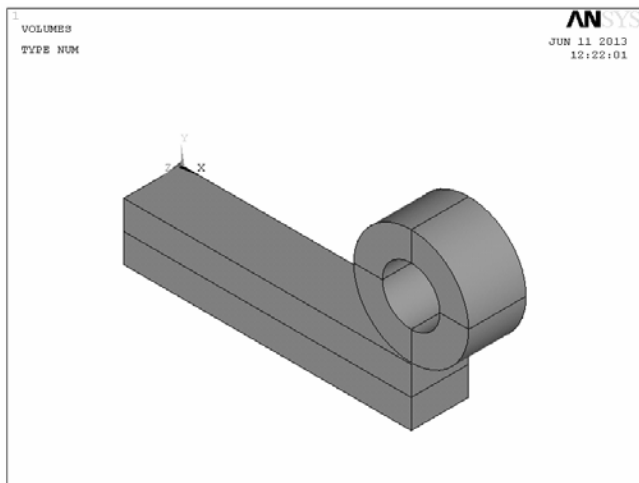

图 2-148 A、B、C 模型
(19) 在另一种形式的“Copy Volumes”窗口中“DY Y-offset in active CS”后的方框中输入“-0.02”, 然后单击该窗口中的“OK”按钮, C 梁板出现(见图 2-148)。